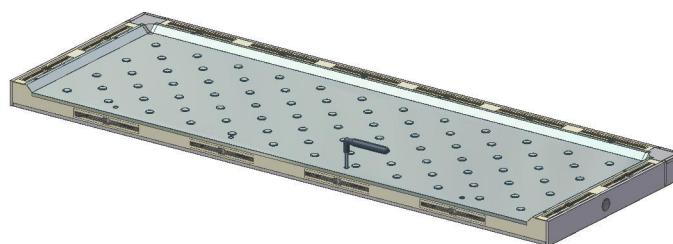

Fig. 2
- Primero montar los **paneles del fondo** (Fig. 2);